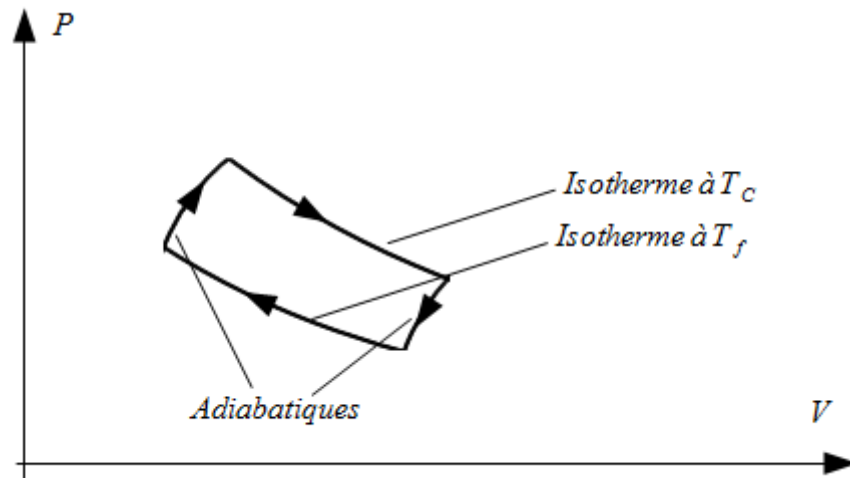

FIGURE 5.7 – Diagramme de Clapeyron d'un cycle de Carnot
**Représentation dans un diagramme de Clapeyron** (*Figure 5.7*)